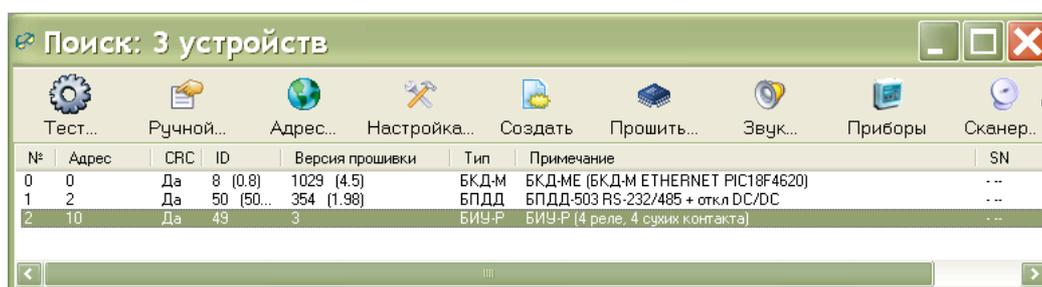

Рисунок 15
Выполнить команду поиска устройств «БКД/Поиск устройств...». В открывшемся окне «Поиск» выбрать строку с требуемым БИУ-Р, нажать на кнопку «Адрес» (рисунок 15).
БИУ-Р позволяет дистанционно обновить (перезаписать) свое встроенное программное обеспечение («прошивку») при помощи сервисной программы RASOS. Номер версии программного обеспечения указан в графе «Версия прошивки» (рисунок 15). Для смены встроенного программного обеспечения следует подключить устройства в соответствии с рисунком 11.
Для обновления программного обеспечения следует в окне «Поиск» выбрать строку с требуемым БИУ-Р, нажать на кнопку «Прошить...» (рисунок 15).
- 2) В программе RASOS создать подключение к БКД-МЕ и выполнить поиск БИУ-Р (рисунок 15).